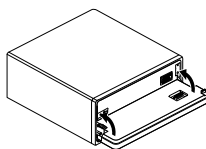

Fig. 14
3. Mueva los sujetadores en las posiciones verticales. (Fig. 14)